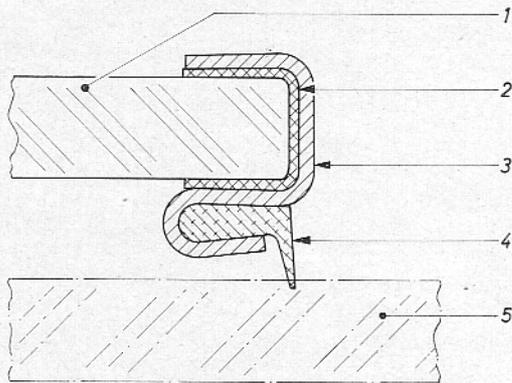
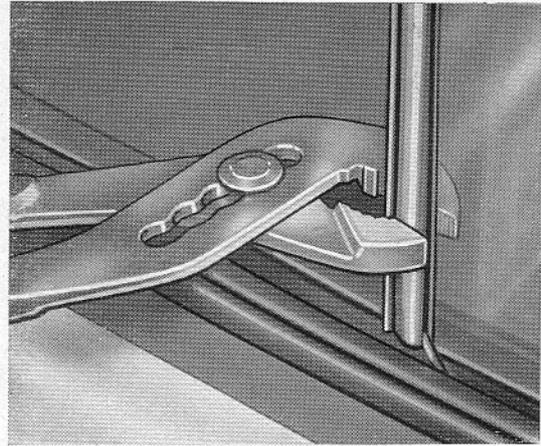

Bild 50 – Anordnung Halteschiene an Glasscheibe
Bild 51 – Abdichtschiene mit Zange an Scheibe andrücken (Lappen zur besseren Ansicht weglassen)
2. Halteschiene (50/3) unter Verwendung des vorhandenen Kunststoffstreifens (50/2) am äußeren Schiebefenster (50/1) montieren und beide Schienenschenkel mit Zange zu- sammendrücken (Bild 51). Dabei auf rich- tige Anordnung der Teile achten (Bild 50). Damit sich Halteschiene (50/3) mit dem Kunststoffstreifen (50/2) ohne Hemmung auf